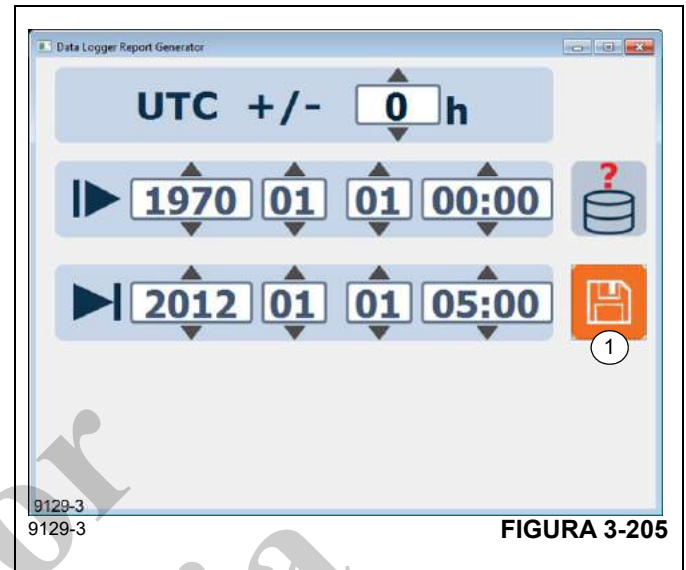

FIGURA 3-205
6. Seleccione el lapso de tiempo para el informe (Figura 3-205), el valor predeterminado es el máximo lapso de tiempo posible. Después de generar el informe, el icono de guardar en el disco (1) queda resaltado. Seleccione el icono de guardar y el directorio en el que desea guardar el informe (Figura 3-205).